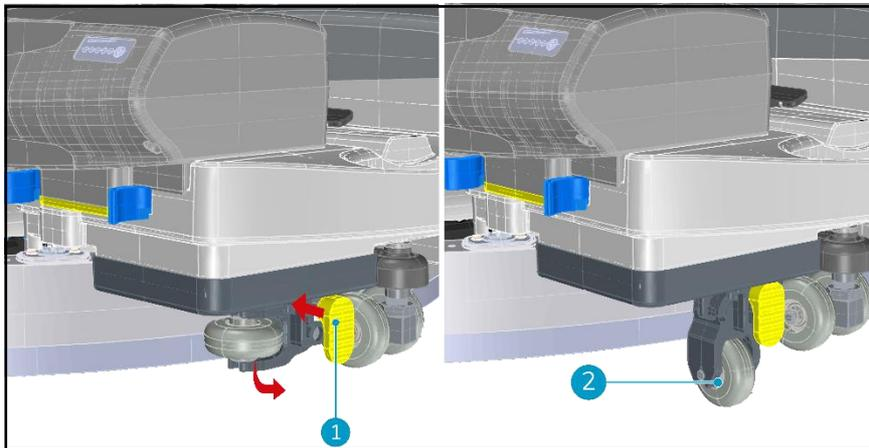

Figura 25
2. Spingere la leva (Figura 25, pos. 1) seguendo la freccia .
3. Tirare il kit di sollevamento verso il basso. La ruota si abbassa (Figura 25, pos. 2).